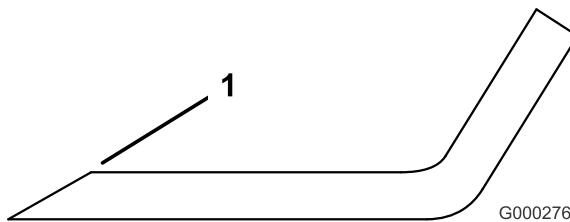

Figura 32
3. Esaminate i taglienti di tutte le lame, e affilateli se fossero ottusi o scheggiati. Affilate soltanto la parte superiore del tagliente e mantenete l'angolo di taglio originale per garantire l'affilatezza (Figura 32). La lama rimane bilanciata soltanto se viene rimossa una quantità uguale di metallo da entrambi i taglienti.